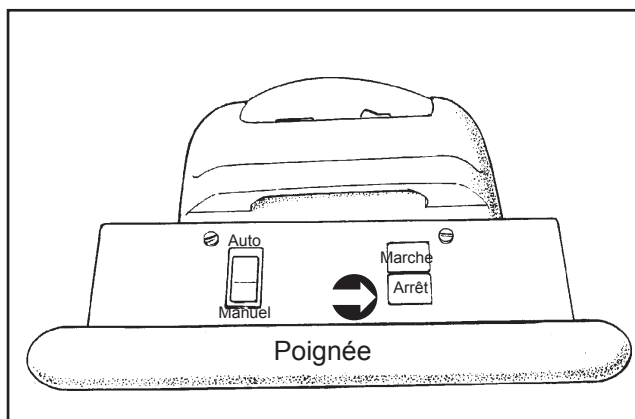

Figure 17
5. Tenez-vous derrière la poignée, positionnez l'interrupteur du levier sur "Automatique" et appuyez sur le bouton de marche vert. Pour arrêter la machine, appuyez sur le bouton d'arrêt rouge. (Voir Figure 17)